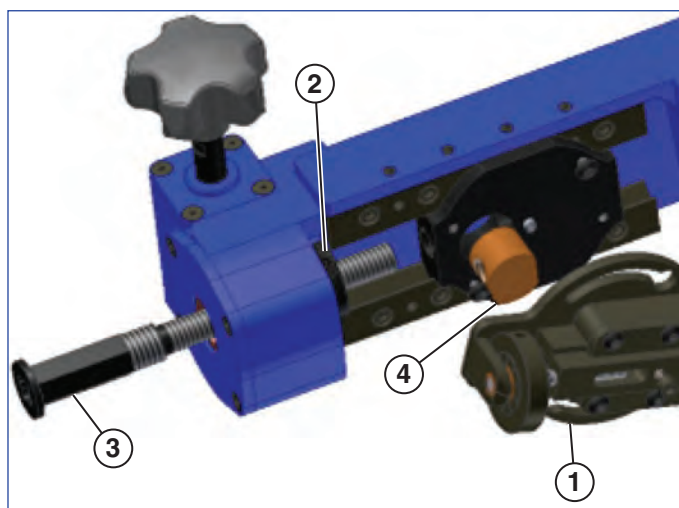

Figura 6
4. Con il Quick Face sono fornite due viti di alimentazione. Se la finitura superficiale desiderata è di 125 - 250 micropollici (3,18 - 6,35 µm), usare la vite di alimentazione 1/2 - 11. Se la finitura superficiale desiderata è di 60 - 100 micropollici (1,52 - 2,54 µm), usare la vite di alimentazione 1/2 - 20. **Vedere la Figura 6.**